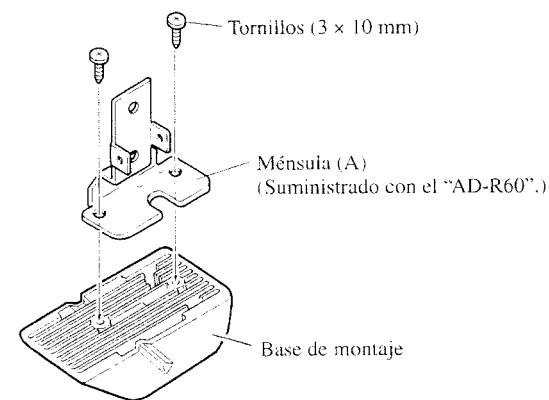

Fig. 20
Instale la ménsula (A) del "AD-R60" a la base de montaje. (Fig. 20)